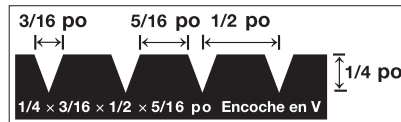

Figure 2
- Tuelle de 6 x 13 x 5 mm (1/4 x 1/2 x 3/16 po) (Figure 2)
- Étaler des quantités suffisantes de l'adhésif recommandé à l'aide de la truelle recommandée (Figure 2) sur une zone qui peut être recouverte dans 60 minutes (voir les données sur l'adhésif).